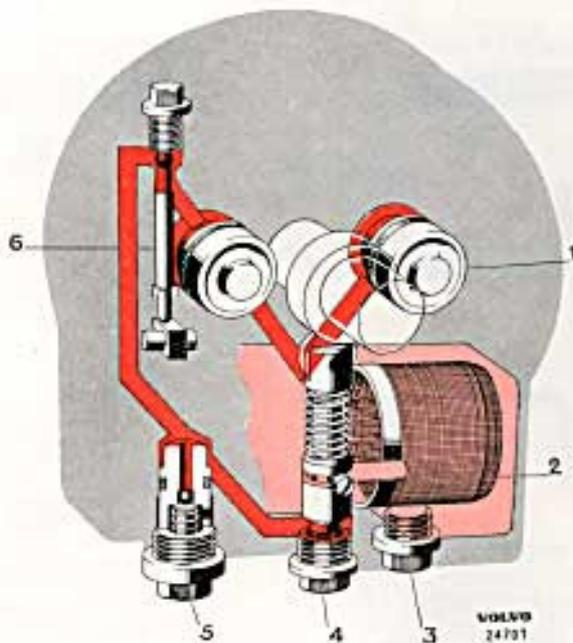
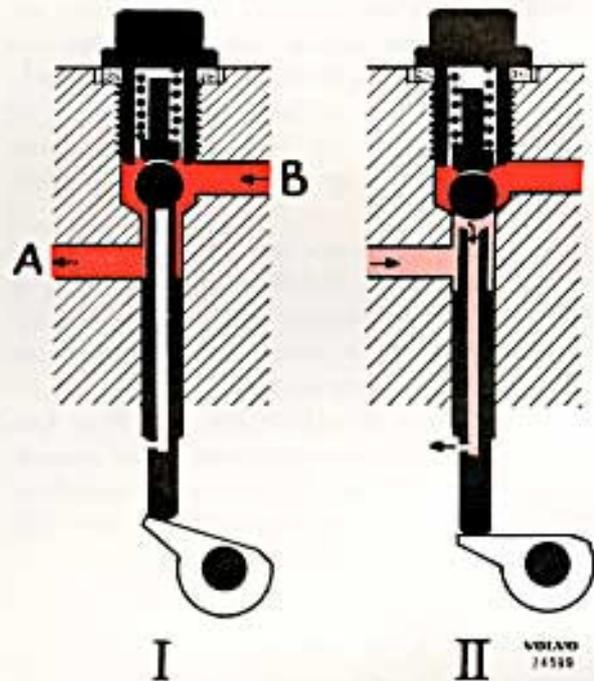

Bild 3-35. Hydrauliskt system
Bild 3-36. Manöverventil
I överväxellådan finns en kolvpump (4, bild 3-35) som drives av en excenter på huvudaxeln. När manöverventilen (6) öppnas (läge I, bild 3-36) strömmar olja under tryck från pumpen via ventilen till två cylindrar (1). Kolvarna i cylindrarna pressar därvid kopplingslamellen framåt och i kontakt med bromsstrumman. När överväxeln kopplas ur stänger manöverventilen förbindelsen mellan pumpen och cylindrarna. Kopplingslamellen pressas bakåt av fjädrarna. Oljan i cylindrarna strömmar därvid genom den urbarrade ventilstängens och ut i växellådshuset, se II, bild 3-36.
Oljesilen skall rengöras vid varje oljebyte. Tappa därvid först av oljan genom att ta bort proppen (3, bild 3-35. Märkt "Drain") under oljesilen. Därefter sker rengöringen på följande sätt:
5. Pump och pumpventil monteras i motsatt ordning mot demonteringen. Kontrollera att packningen för proppen (4, bild 3-35) är i gott skick. Fyll på olja.